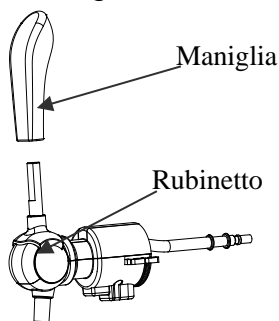

Figura 6
2. Installare la maniglia sul rubinetto e assicurarsi che si adatti perfettamente. (Come mostrato in figura 6)